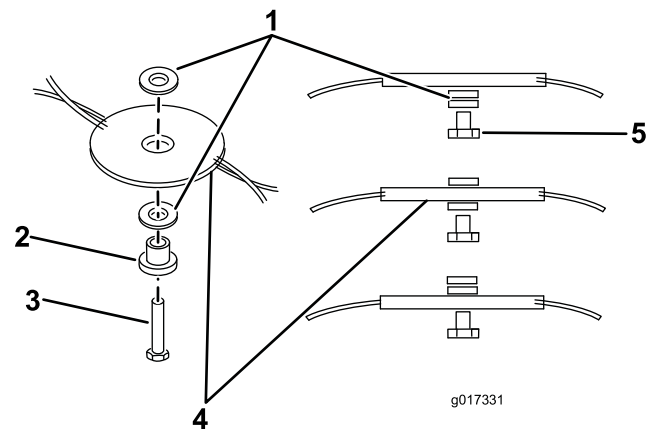
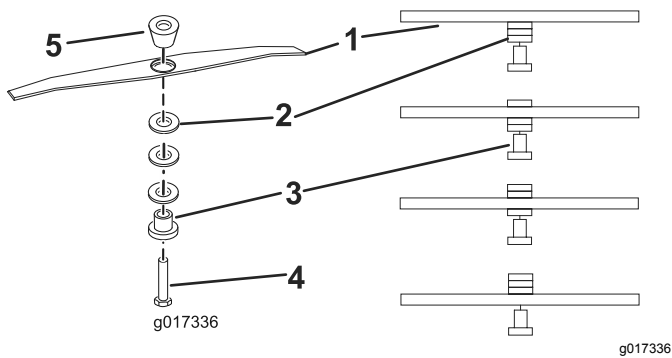

Figura 12
Figura 13
6. Reposicione os espaçadores para a altura desejada e, em seguida, volte a instalar a flexiblade/barra de corte (Figura 13, Figura 12).